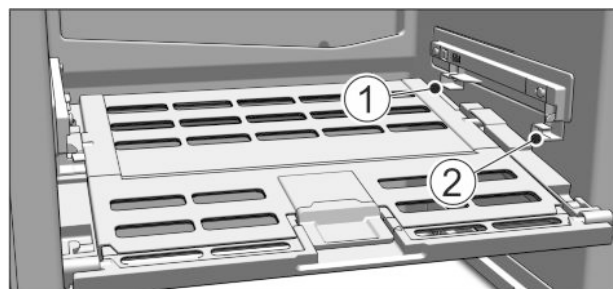

Fig. 48
► Introduceți capacul Fructe & legume mereu proaspete: Introduceți de jos ghidajele capacului în suportul de sprijin din spate Fig. 48 (1) și cuplați-le în față în suportul de sprijin Fig. 48 (2).